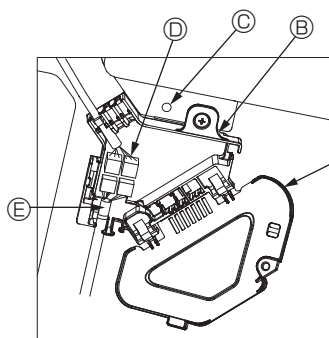

Fig. 10-8
- ① Снимите один винт, которым крепится крышка коннекторной коробки, а затем откройте крышку.
- ② Надежно подключите переходное соединительное устройство мотора дефлектора и соединитель провода мотора дефлектора панели в коннекторной коробке. (Fig. 10-8)